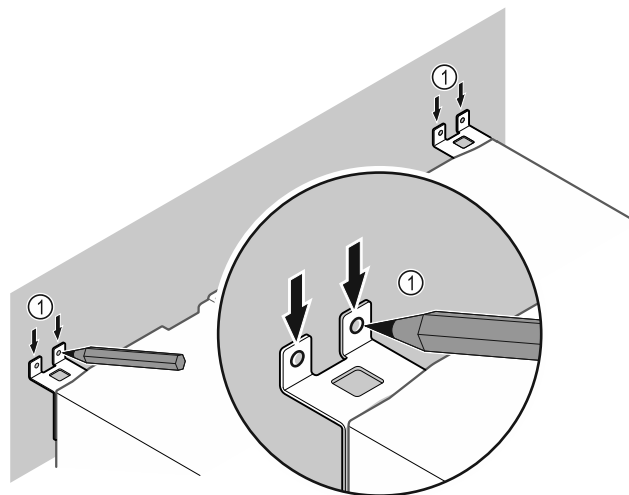

Fig. 11
- ▶ Padarykite ant sienos žymas *Fig. 11 (1)*.